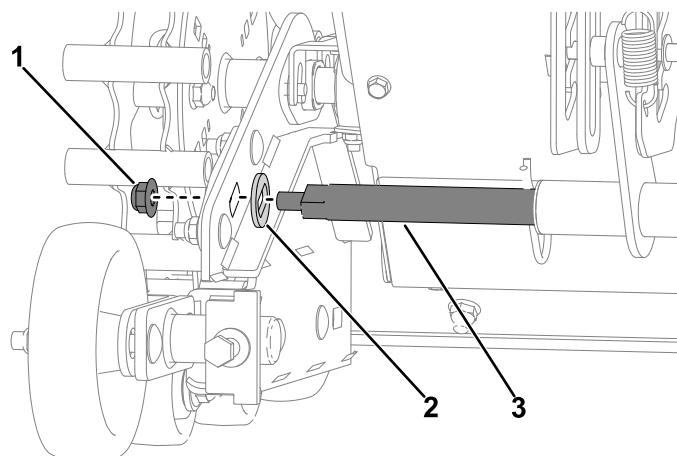

Figure 31
4. Placez les 2 rondelles spéciales sur la barre de pivot dans le moyeu de pivot. Montez la barre de pivot assortie des rondelles spéciales sur les ensembles chenille et la plaque de pivot, et fixez-les avec 2 contre-écrous (3/8") neufs (Figure 31).